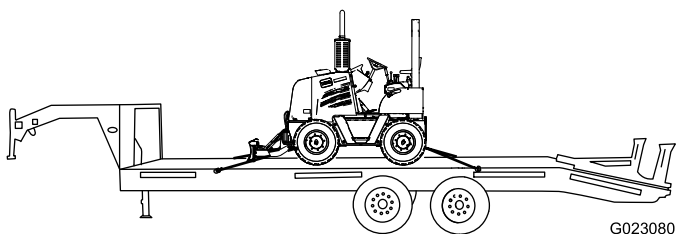

Figura 30
9. Amarre a parte frontal da máquina ao reboque com correntes e esticador (Figura 30).
10. Amarre a parte traseira da máquina ao reboque com correntes e esticador (Figura 30).